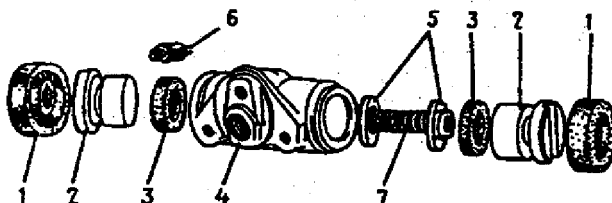

Fig. 6-20. Componentes do cilindro da roda: 1 - coifa; 2 - êmbolo; 3 - gaxeta; 4 - cilindro; 5 - pratos; 6 - sangrador; 7 - mola.
**Cilindros das rodas:** Desmontar os cilindros das rodas; para tal, remover as coifas protetoras 1 (fig. 6-20) e os êmbolos 2; remover, a seguir, as gaxetas 3, os pratos de apoio 5 e a mola 7; remover o sangrador 6.